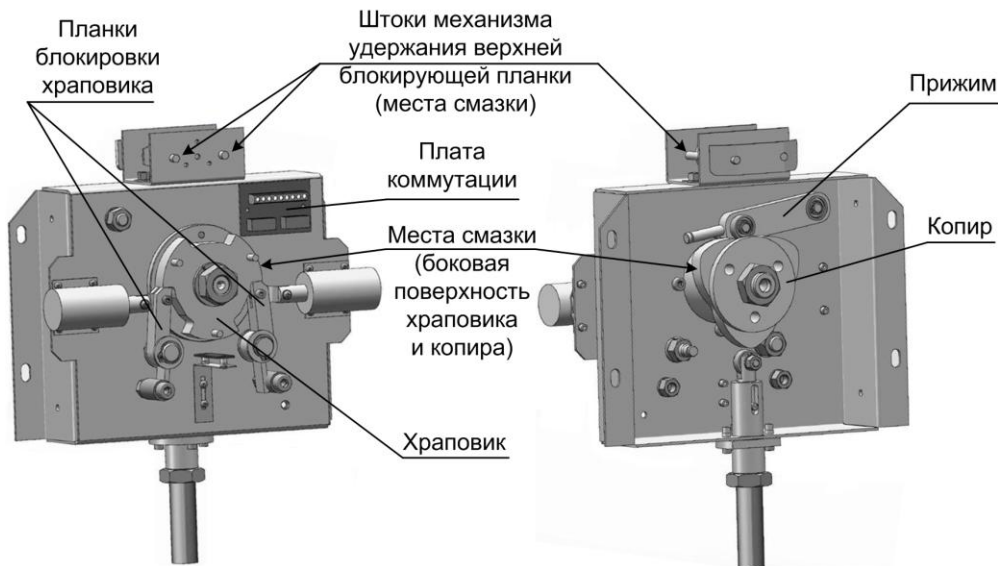

Рис.6 Расположение узлов и деталей трения. Места смазки
- выполните смазку следующих узлов трения (рис.6), смазка – Литол или аналогичная: